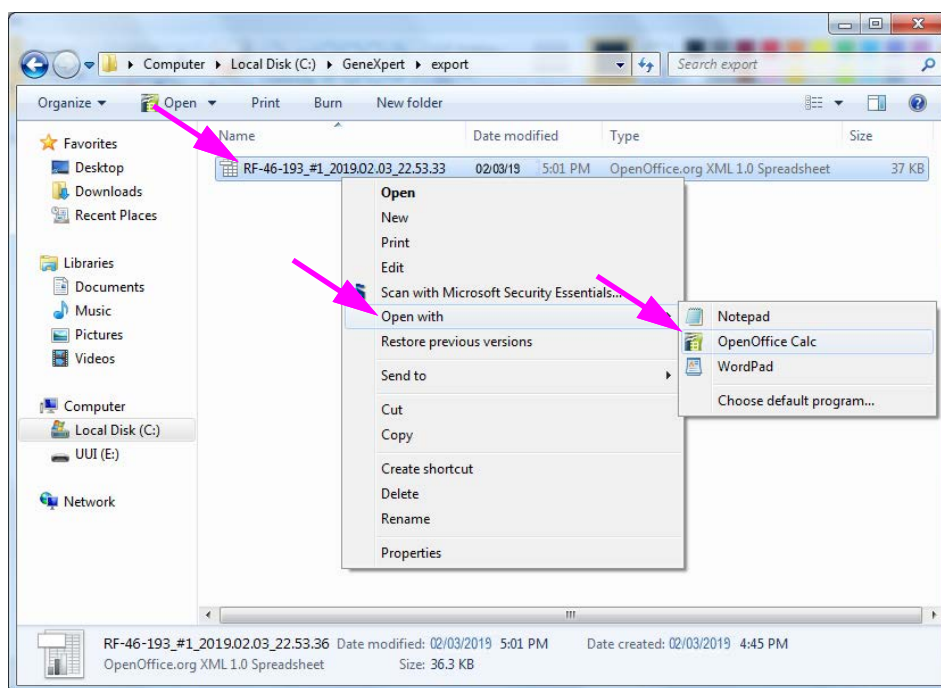

Figure 5-63. Ouverture d'un fichier .csv pour configurer AOO (exemple)
1. Dans le dossier GeneXpert de votre système, accédez au dossier **Export**. Faites un clic avec le bouton droit sur le fichier .csv que vous souhaitez ouvrir. Quand le menu déroulant s'ouvre, cliquez sur **Open with (Ouvrir avec)** et sélectionner **OpenOffice Calc**. Consultez la Figure 5-63.